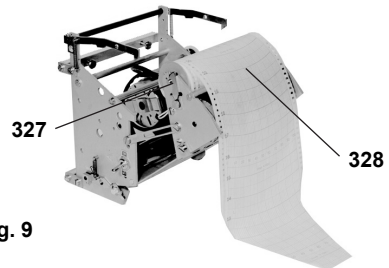

Fig. 9
- Sollevando i ganci di arresto (327), estrarre verso l'alto il rullo portabobina (328) e sfilare il supporto della bobina esaurita, Fig. 9;
- Lifting the stopping hooks (327), extract upward the reel-holding roll (328) and take off the cylindrical support of the finished reel, Fig. 9;